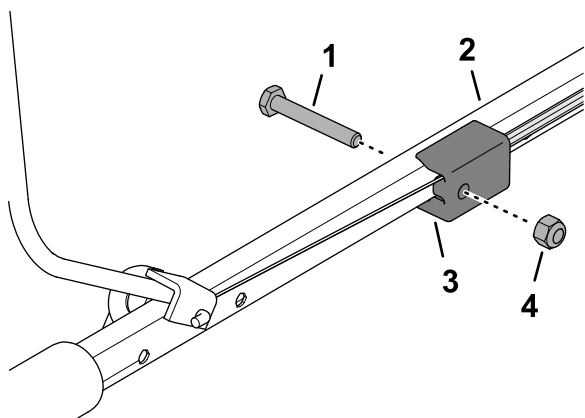

Figura 13
4. Inserte el extremo de la barra de presencia del operador en el manillar, apriete ligeramente la otra pata de la barra e inserte la barra en el manillar (Figura 13).